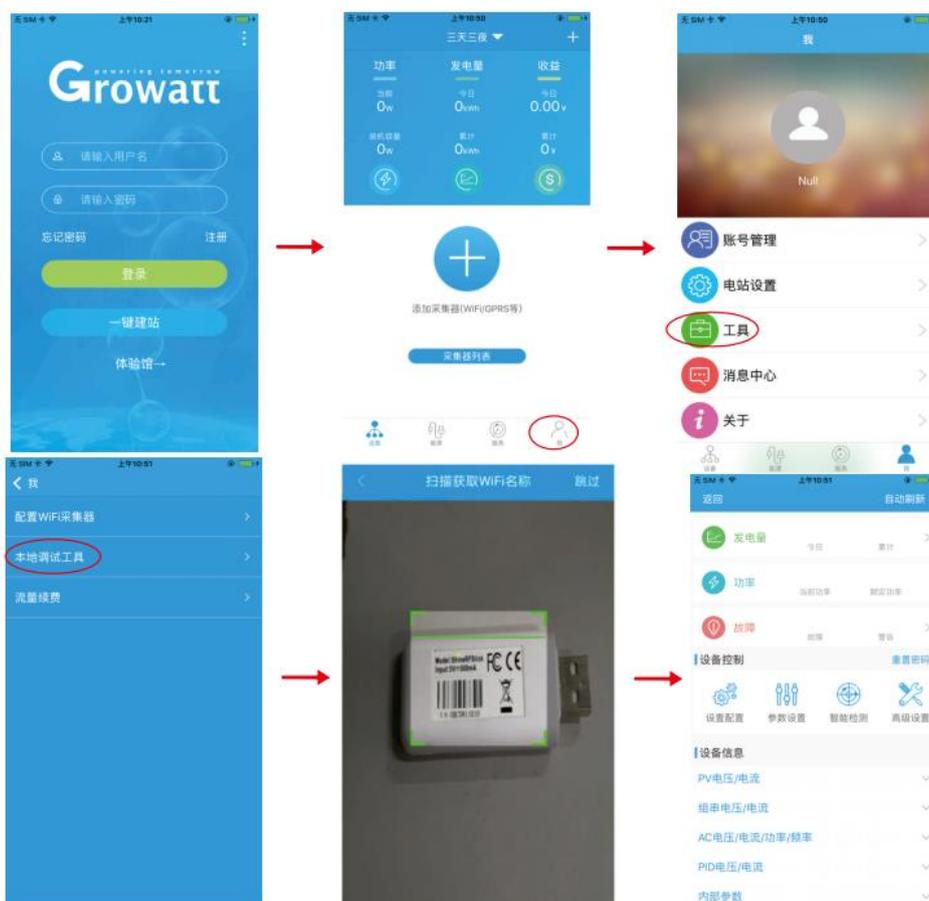

图 8.37 APP 登录状态查看本地监控
C.参数配置：根据使用情况对设备的参数进行修改，如图 8.37。